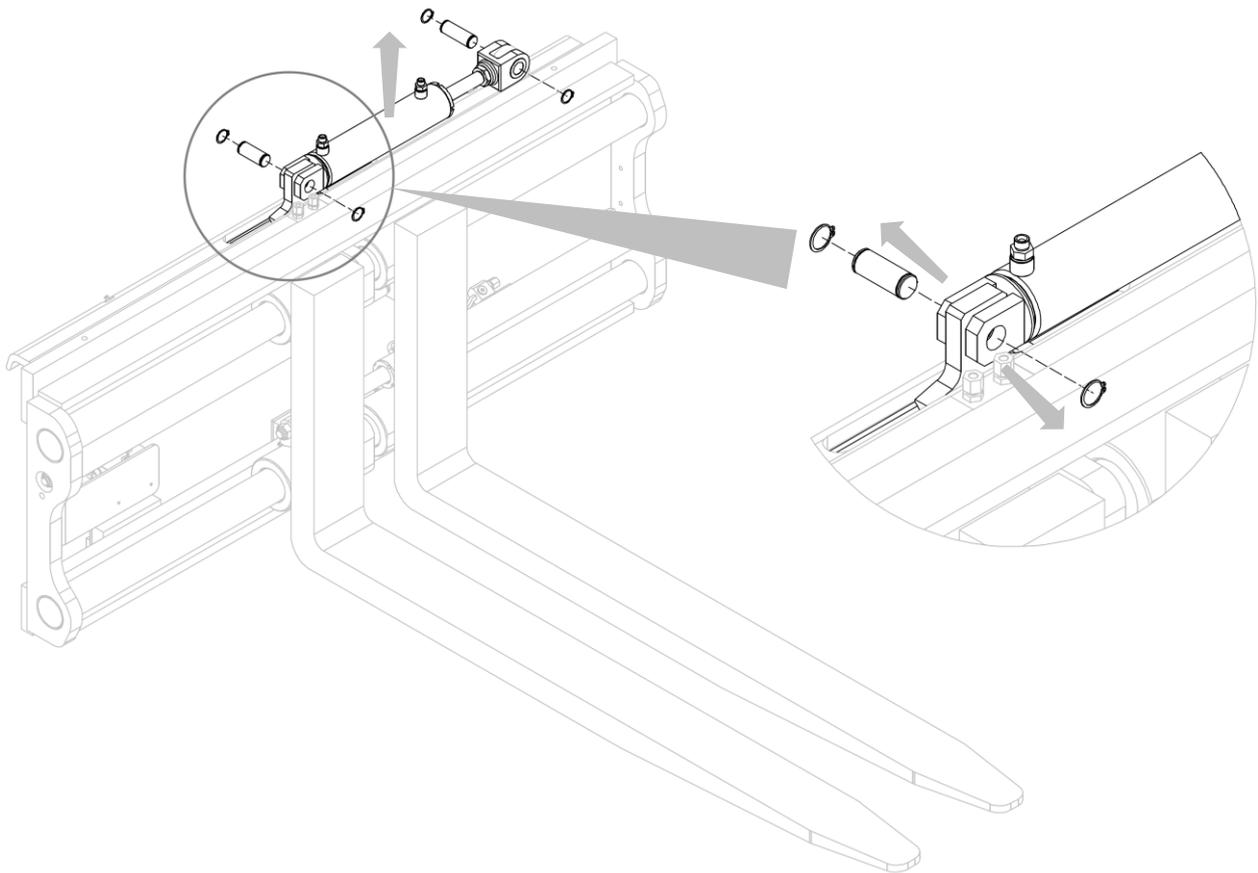

Abbildung 24
4. Beziehen Sie sich auf die *Abbildung 24*.